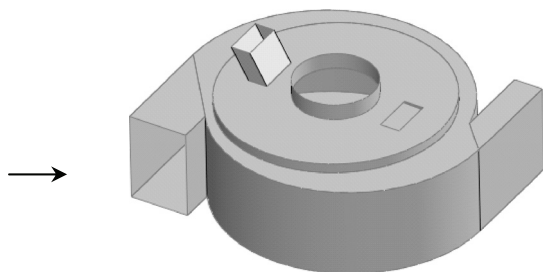

图 4-142 拉伸面操作
STEP 11 执行“拉伸曲面”操作，选择图 4-140a 所示草图的一个方框为“拉伸轮廓”，选择图 4-140b 所示草图实线为拉伸方向，以成形到草图的顶点方式，创建倾斜拉伸的面，如图 4-142 所示。